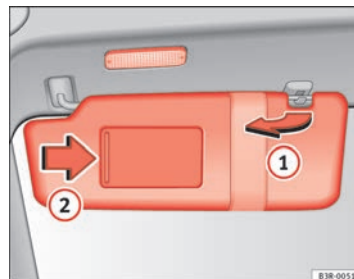

Fig. 99 Parasol
Los parasoles ① para el conductor y el acompañante pueden extraerse de sus fijaciones centrales y girarse hacia las puertas ⇒ página 133, fig. 99.